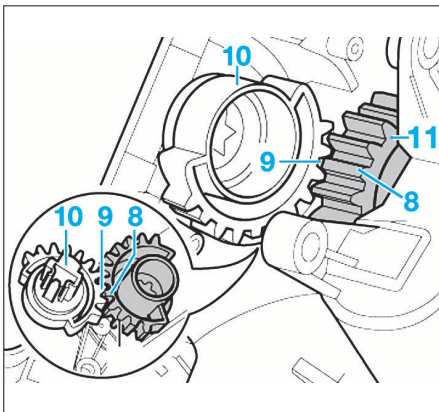

FIG. 43
Faire glisser le pignon (11) (Fig.43) du servomoteur sur le pignon du volet de pression dynamique en veillant à ce que la dent tronquée (8) du pignon du servomoteur coïncide avec l'entredent (9) du pignon sur l'arbre du volet de pression dynamique (10).